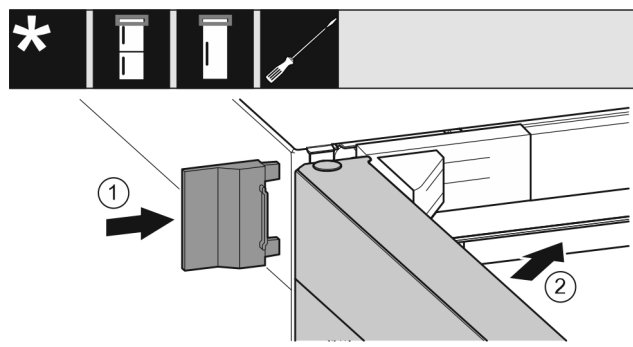

Fig. 25
- Äußere Abdeckung Fig. 25 (1) aufschieben.
- Obere Tür Fig. 25 (2) schließen.